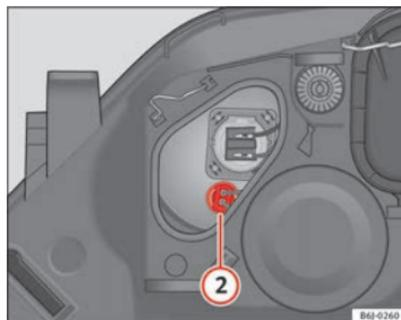

Fig. 162 Luz de presença ►
- Extraia o conector ⇒ Fig. 162 ② puxando para fora.